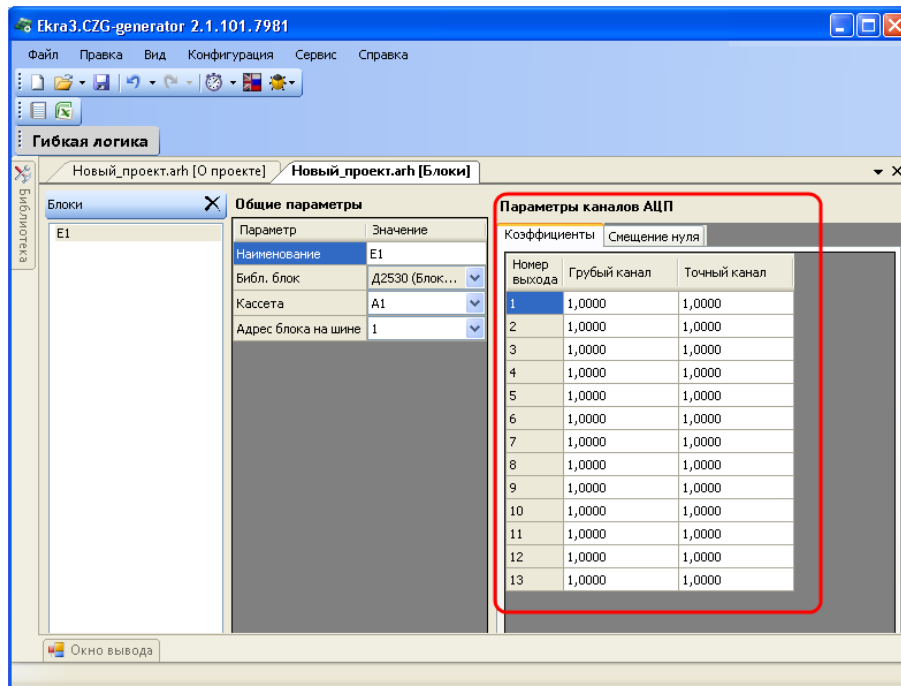

Рисунок 3.16
3.4.1.3.6 Блок датчика (Блок аналоговых входов) (см. рисунок 3.16)